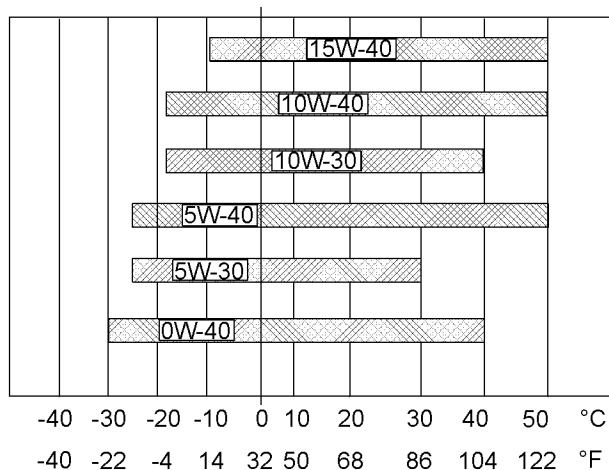

Abbildung 33
Zur Bestimmung der notwendigen Ölviskosität zum Starten eines kalten Motors siehe Abbildung 33 (minimale Temperatur).
Zur Bestimmung der notwendigen Ölviskosität für den Motorbetrieb bei der höchsten zu erwartenden Umgebungstemperatur siehe Abbildung 33 (maximale Temperatur).
- Siehe die geeigneten "Schmierstoffviskositäten". Siehe die entsprechende Abbildung 33, um den richtigen Viskositätsgrad für den Motor zu bestimmen.